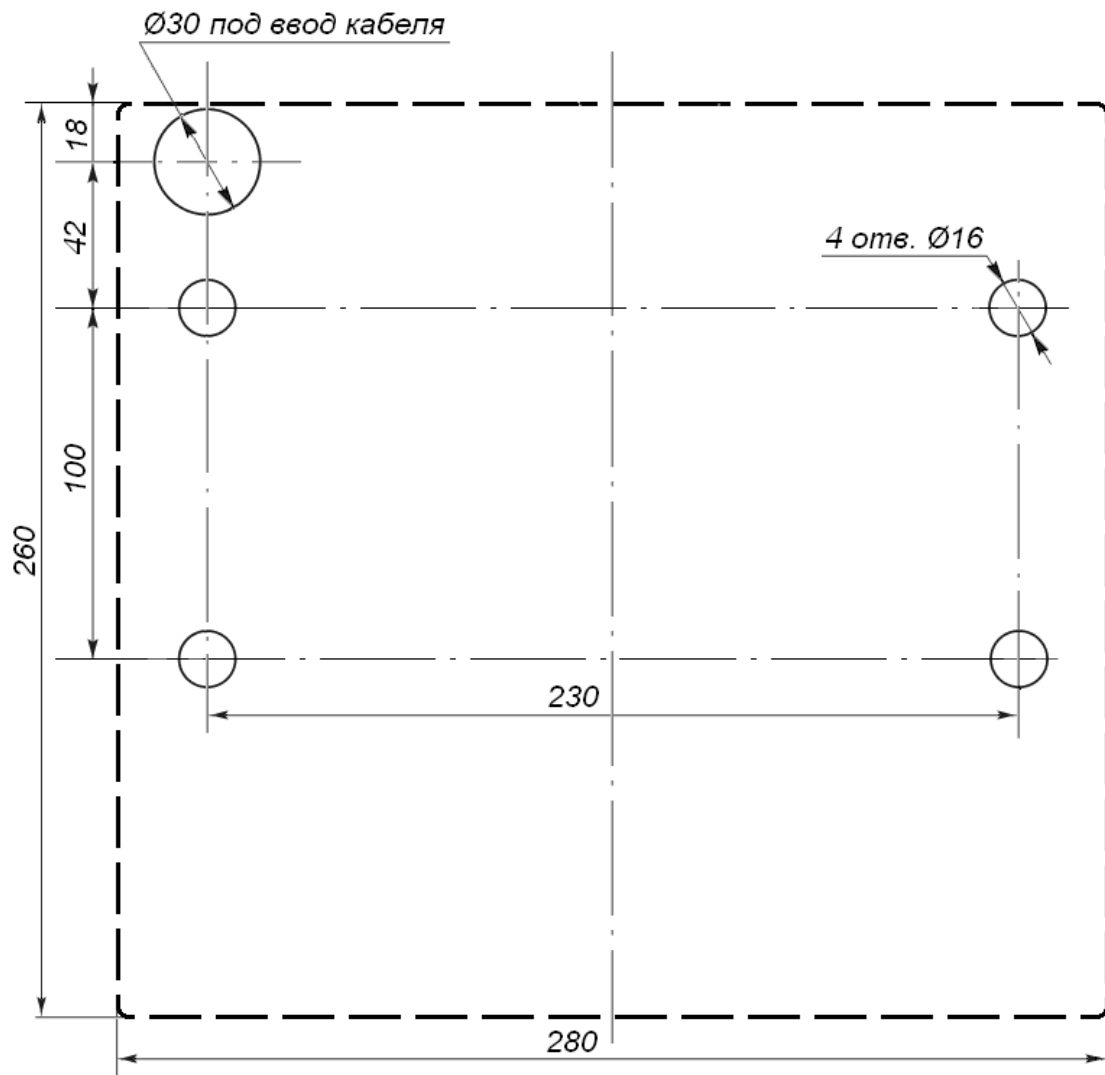

Рисунок 9. Разметка отверстий в полу под крепление стойки турникета и отверстия для ввода кабелей (пунктиром показаны габариты основания турникета)
- 1 Подготовьте в полу отверстия под гильзы анкеров (15) для крепления стойки турникета (схема разметки отверстий – см. рис. 9).
- 2 Вставьте гильзы анкеров в выполненные отверстия так, чтобы они не выступали над поверхностью пола. Установите стойку турникета на гильзы анкеров и закрепите ее болтами M10. Установите заглушки (14).
При необходимости прокладки кабелей под поверхностью пола подготовьте в полу кабельный канал, подходящий к отверстиям для ввода этих кабелей в стойку турникета (рис. 9). Установку и крепление стойки турникета производите после прокладки всех кабелей в кабельном канале и внутри стойки турникета.